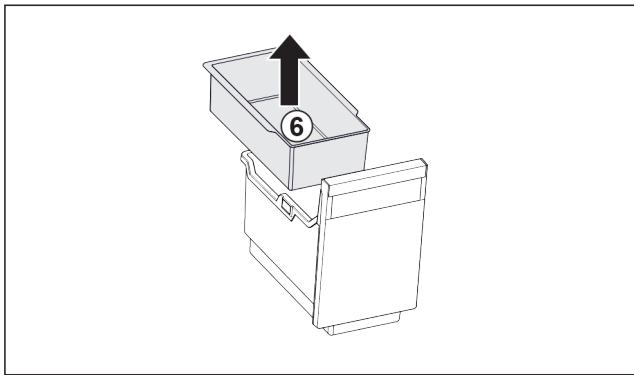

Fig. 90
- Вийняти підвісний лоток Fig. 90 (6).